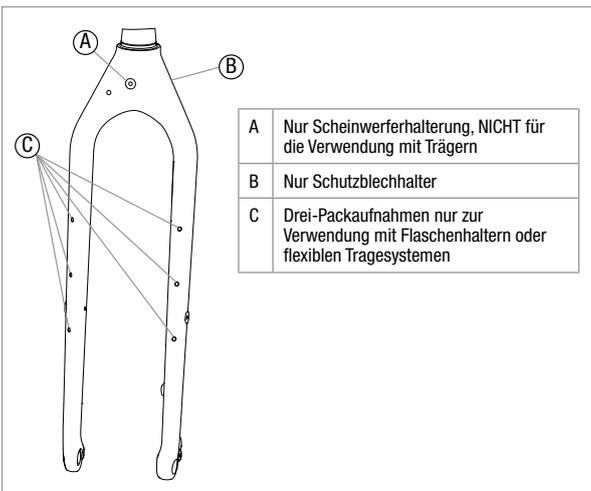

Abbildung 13 Salsa Rack Mounting
Stellen Sie sicher, dass Ihre Gabel trägerkompatibel ist. Siehe Abbildung 13 für zugelassene Befestigungsstellen an der Gabel. Folgen Sie den Installationsanweisungen des Trägerherstellers. Achten Sie darauf, dass gesamte mit dem Träger gelieferte Befestigungsmaterial zu verwenden.
**▲ WARNUNG:** Montieren Sie den Träger nicht an andere Gabelaufnahmen, als die in Abbildung 13 gezeigten. Fehler bei der Trägerinstallation können einen Unfall und schwere Verletzungen zur Folge haben.